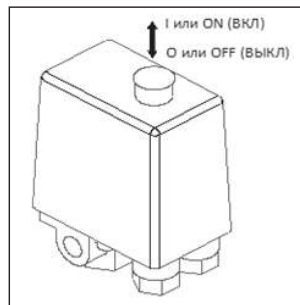

Рис. 6
- Проверьте, чтобы выключатель на реле давления находился в выключенном положении «O» / «OFF» (в зависимости от исполнения) (Рис. 6).
- Включите компрессор выключателем на реле давления. Для этого необходимо переключить выключатель в положение «I» или «ON» (в зависимости от исполнения) (Рис. 6).
ния) (Рис. 6). После этого остановится электродвигатель и произойдет сброс давления из нагнетательного воздухопровода и поршневого блока.